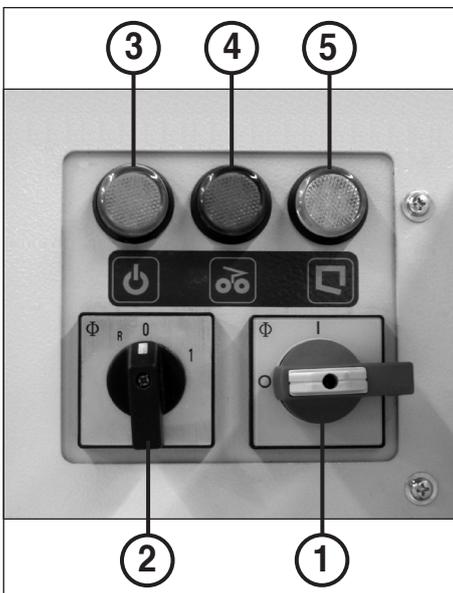

Рис. 7
1. Включить главный выключатель (1) (положение «1»).
2. Установить поворотный переключатель (2) в положение «1» (рис. 7).
### ЭЛЕМЕНТЫ УПРАВЛЕНИЯ (рис. 7 и 7а):
**Указание:** при каждом включении аппарата автоматически инициализируется заново многофункциональное реле. Для индикации этого оба контрольных индикатора 4 и 5 (рис. 7) мигают несколько секунд.